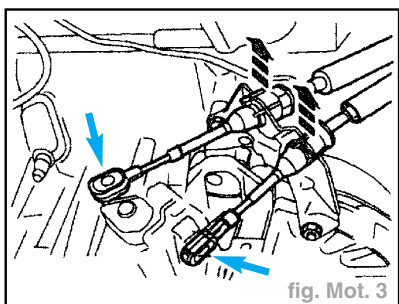

fig. Mot. 3
- Déclipser les deux câbles de commande de boîte des rotules et du support (fig. Mot. 3).